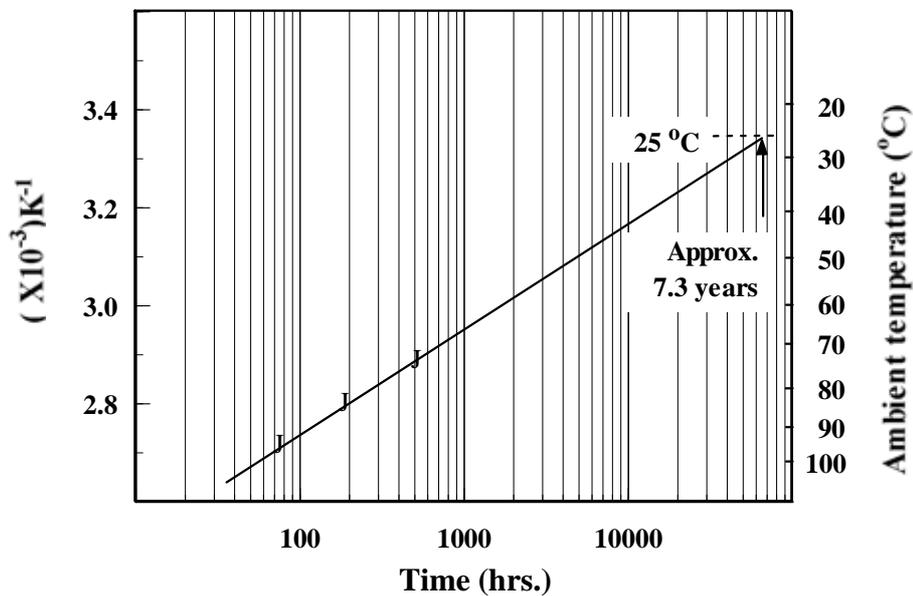

图 9 根据 NAP—50A 在高温、高湿燃气环境下通电对灵敏度的寿命预测图
(2) 高温、多湿燃气中通电加速试验 (图 9)
把常温、常湿对 CH_4 气体灵敏度劣化到初期值的 50% 时所经过的时间作为横轴, 保管环境温度作为纵轴, 如图 9 得到测定值之后再插到 25°C 的环境中, 结果可持续约 7.3 年。